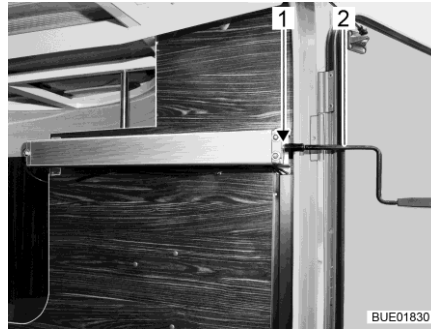

Fig. 131 Manivela en el garaje trasero
- Encajar la manivela (Fig. 131,2) en la espiga (Fig. 131,1).